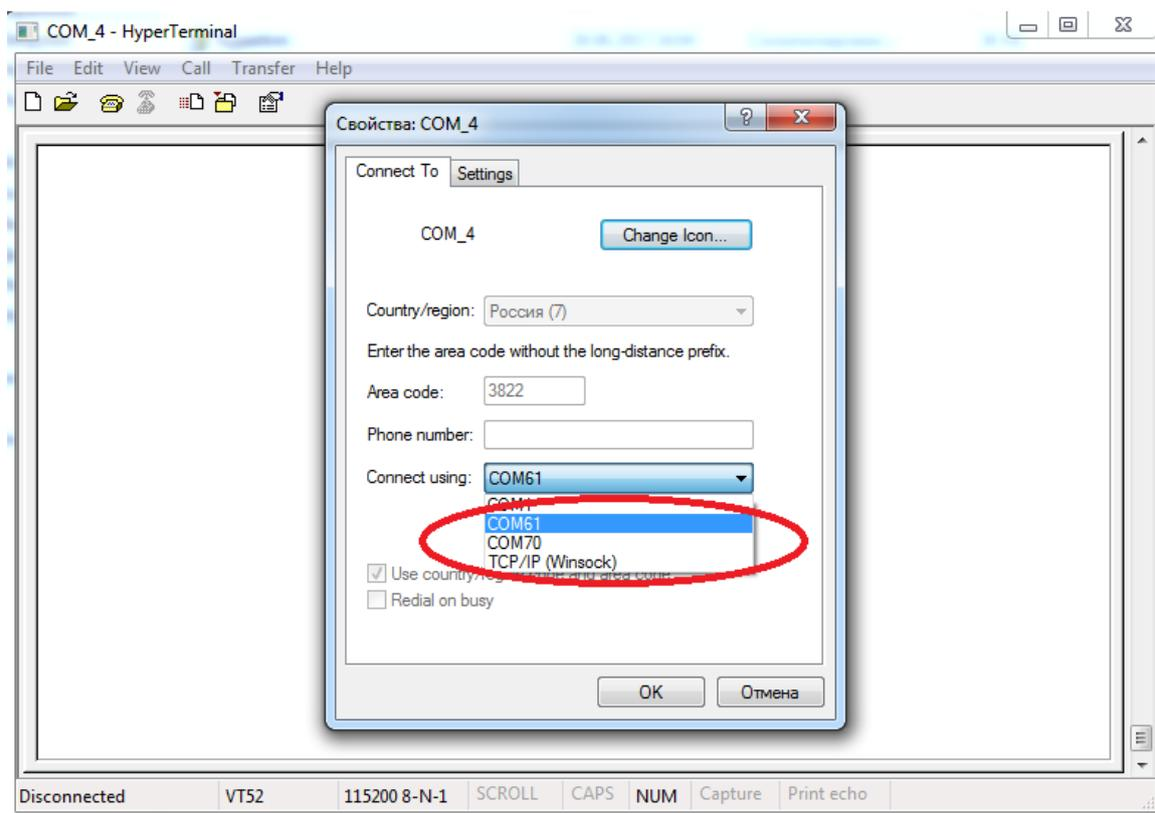

Рисунок 7.17 – Выбор COM-порта для подключения к ДБМ
7. Запустить приложение для обмена данными по последовательному порту *COM*, например *HyperTerminal* (Рисунок 7.17).